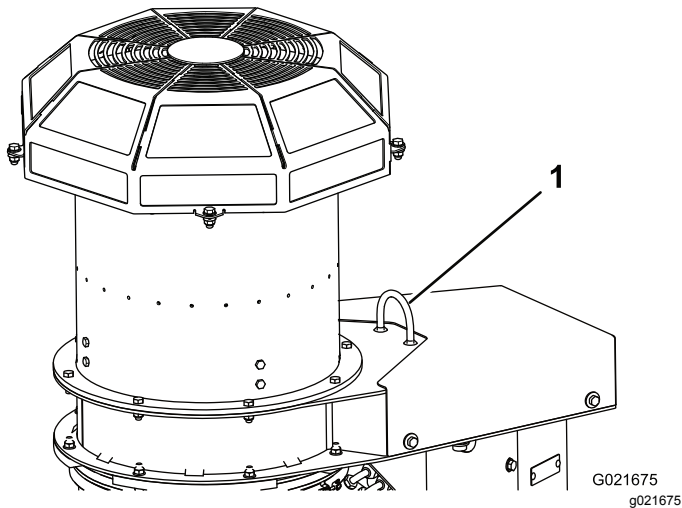

Bild 6
6. Nehmen Sie den Riemen von der Palette ab und befestigen ihn an der Hebeschleufe am Bläser (Bild 6).